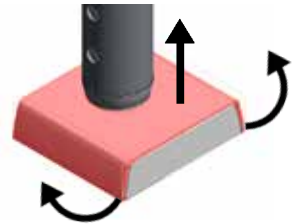

Fig. 3
- ⇒ Aprire leggermente il coperchio a destra e a sinistra e farlo scorrere verso l'alto (Fig. 3).